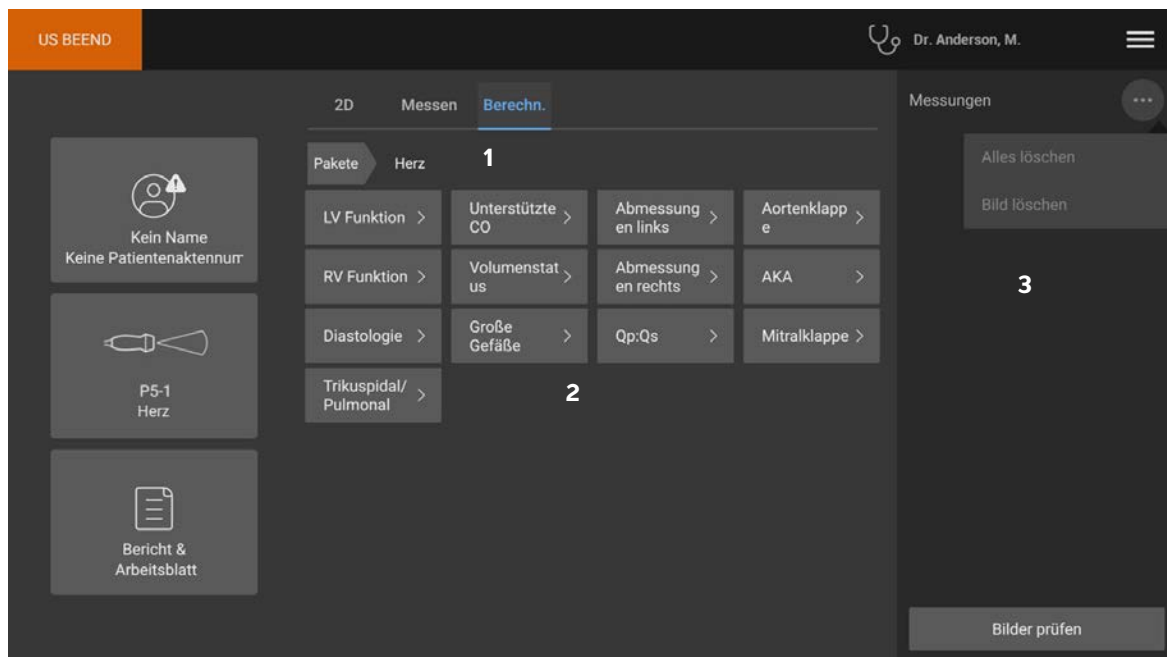

Abbildung 8-1 Beispiel für eine Seite mit Messungen und Berechnungen auf dem Bedienfeld
- ▶ Um alle auf dem Klinik-Monitor und Bedienfeld sichtbaren Messungen zu löschen, tippen Sie im Menü  auf **Bild löschen** (siehe **Abbildung 8-1** auf Seite 8-4).
- ▶ Um alle sichtbaren Messungen aus dem Bericht, dem Bild und dem Systemspeicher zu löschen, tippen Sie im Menü  auf **Alle löschen** (siehe **Abbildung 8-1** auf Seite 8-4).